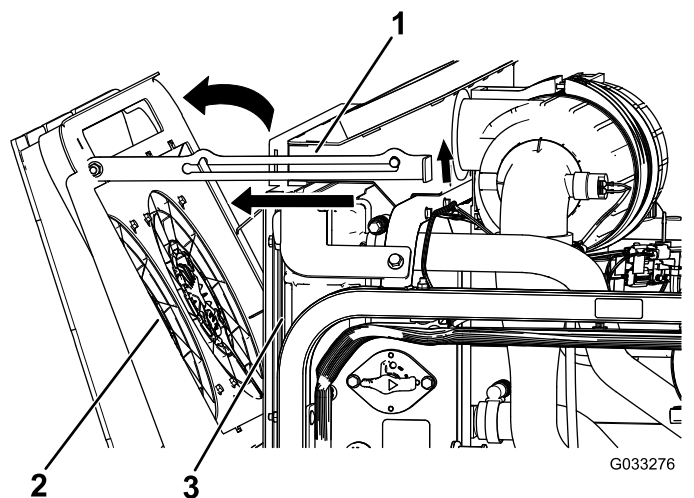

Figure 107
2. Faites pivoter les ventilateurs de refroidissement du moteur à l'arrière du radiateur et calez la béquille dans le cran (Figure 107).